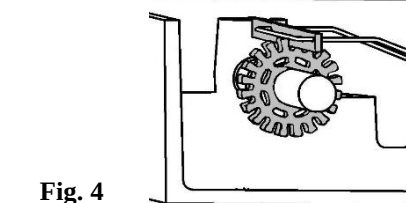

Fig. 4
2. Sluit de strip (zie fig. 4). De wandelmoeren zijn gekoppeld.
Close guide lever (see fig. 4). The cam wheels are connected to the guide lever.
Schließe die Führungs-Leiste. (siehe Bild 4) Die Schalträder sind eingekuppelt.
Fermer la plaque. (fig. 4). Les roues sont enclenché. Tourner moteur vers l'autre position. Ouvrir la plaque et tourner la roue jusqu'à l'interrupteur soit enclenché.